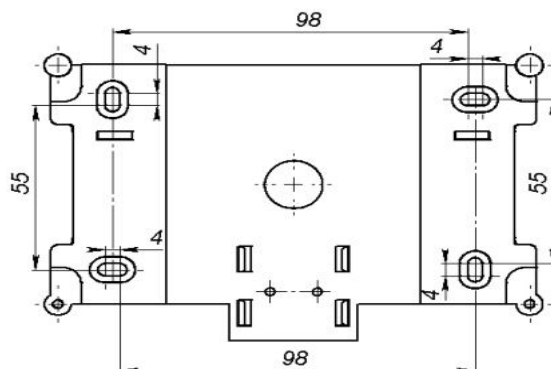

Рисунок 5. Габаритные размеры переходной планки
- прибор крепится на переходную планку, которая предварительно крепится к стене (рисунок 5);